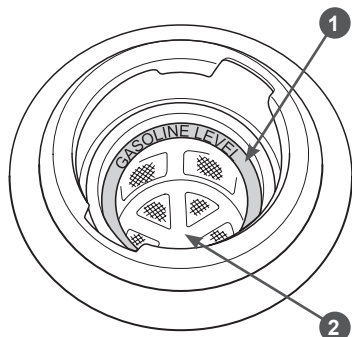

Рис. 8. Указатель максимального уровня топлива в топливном баке
Не заполняйте топливный бак полностью. Заполняйте топливный бак не выше указателя максимального уровня («GASOLINE LEVEL»), расположенного в сетчатом фильтре в горловине топливного бака (Рис. 8).
3. Залейте бензин в топливный бак при помощи специальной емкости или воронки до уровня, показанного на Рис. 8.